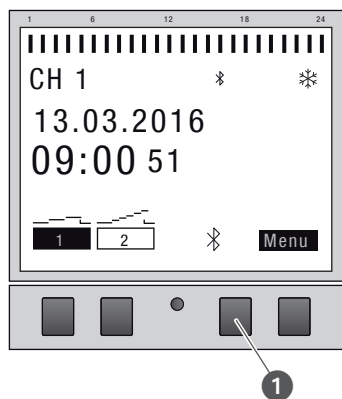

Fig. 20: Estabelecer a ligação Bluetooth no temporizador do distribuidor
1. Premir o botão Bluetooth (Fig. 20/1) no temporizador do distribuidor.